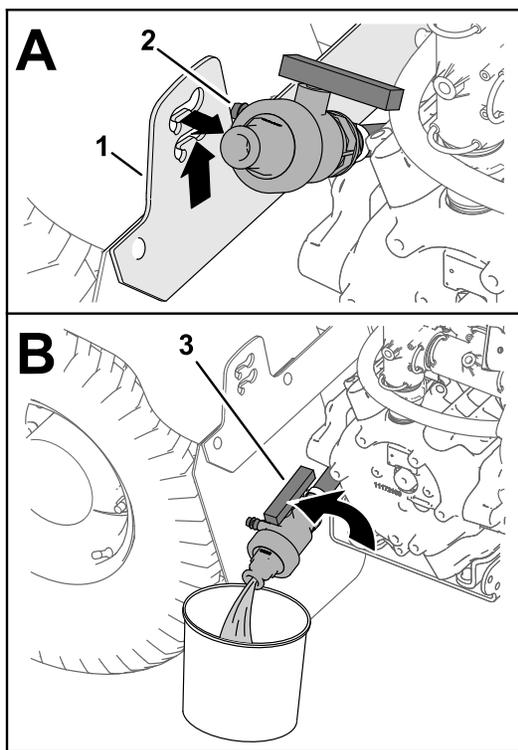

Рисунок 48
3. Поднимите клапан, чтобы его монтажные штыри вышли из пазов кронштейна сливного клапана, и переместите клапан назад (Рисунок 48А).
- Направьте конец клапана в сливную емкость и поверните ручку клапана в открытое положение (Рисунок 48В).
- Когда бак будет полностью опорожнен, поверните ручку сливного клапана в закрытое положение и установите клапан на кронштейн сливного клапана (Рисунок 48В и Рисунок 48А).